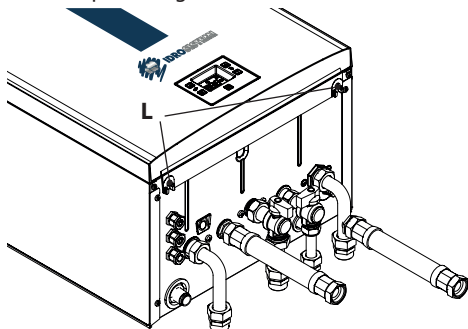
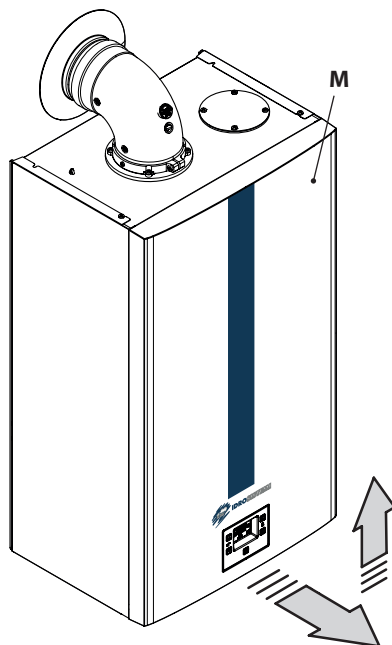

Figura 5.20
Figura 5.21
- Svitare le viti **L** (Figura 5.20) e rimuovere il pannello frontale **M** tirandolo a sé e quindi spingendolo verso l'alto in modo da liberarlo dalle sedi superiori Figura 5.21.